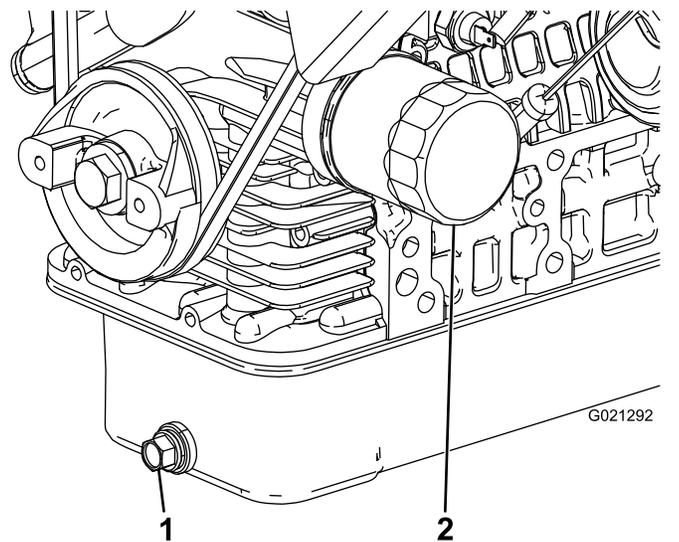

Рисунок 36
2. Снимите сливную пробку и дайте маслу стечь в сливной поддон (Рисунок 36).
4. Снимите масляный фильтр (Рисунок 36).